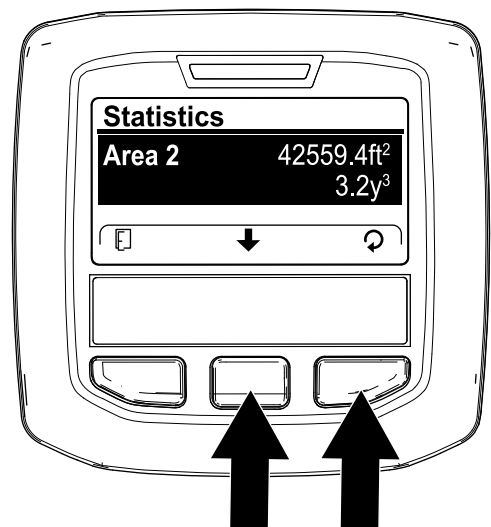

Figura 109
3. All'interno della schermata STATISTICHE, premete il tasto centrale dell'InfoCenter fino a quando non viene selezionata l'opzione AREA 2 (Figura 109).